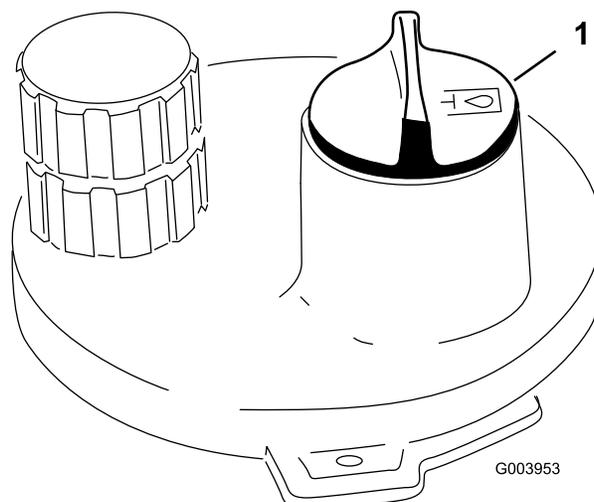

Bild 38
3. Reinigen Sie den Bereich um den Einfüllstutzen und den Deckel des Hydraulikbehälters (Bild 38). Schrauben Sie den Deckel vom Einfüllstutzen ab.